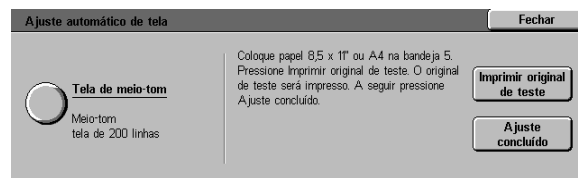

Figura 52: tela Ajuste automático de tela
- 2 Toque no ícone **Ajuste automático de tela** para exibir a tela Ajuste automático de tela, conforme ilustrado na Figura 52.